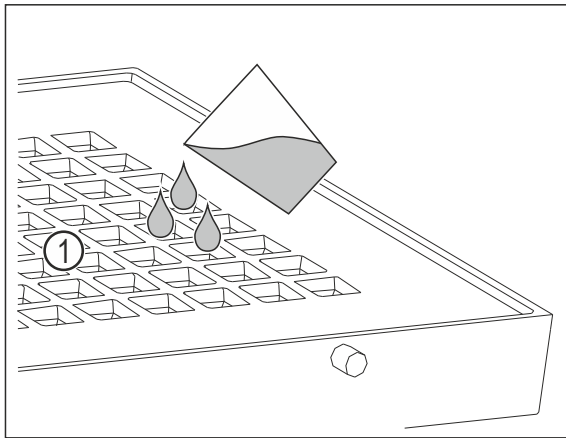

Fig. 93
- ▶ Maximal 400 ml (13.53 oz) Wasser über die Löcher Fig. 93 (1) in der Abdeckung einfüllen.